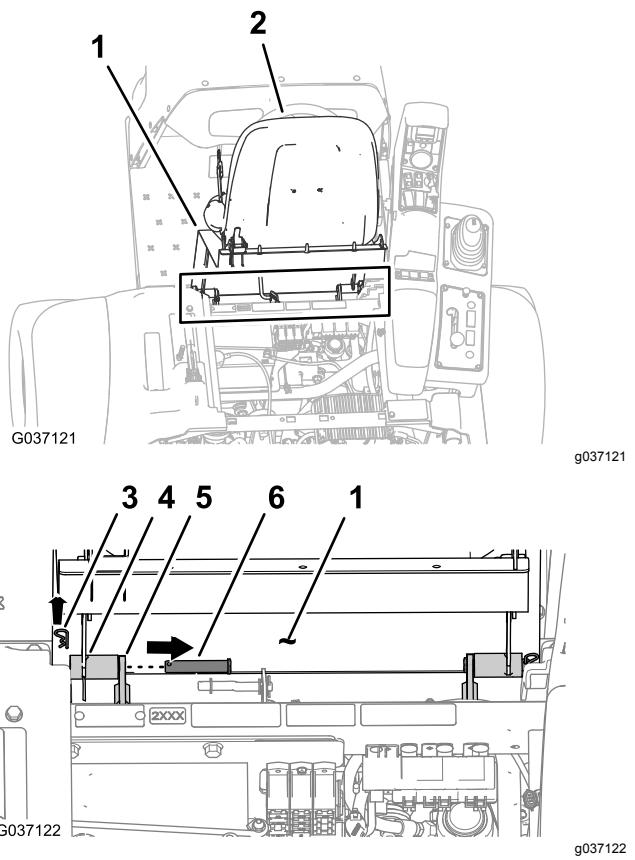

Рисунок 5
3. Снимите 2 игольчатых шплинта, с помощью которых крепление оси поворота плиты сиденья присоединяется к кронштейнам ходовой части (Рисунок 5).
4. Снимите 2 оси поворота, которые крепят сиденье и плиту сиденья к ходовой части (Рисунок 5).